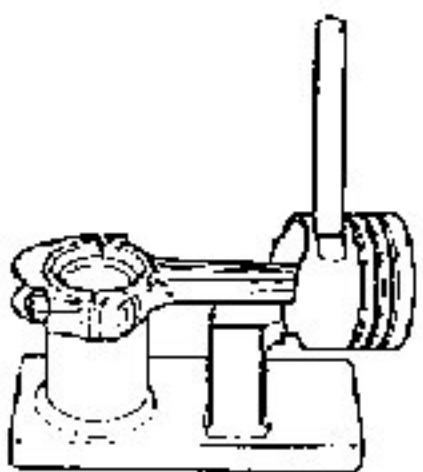

fig. 50
4. Instalar o conjunto Embolo/bielas no suporte e, com o pino de extração, remover o pino do embolo (fig. 50)